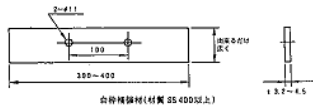

図9
5. 本体フレームが垂直になるように注意しながら、本体フレームを付属のM10ボルト(バネ座金付)2本で台枠の前面取付穴に動かない程度に取付けて下さい。台枠の強度が不足していると使用中に枠材の変形等が生じることがありますので、このような場合(t2.9未満をめぐにして下さい)は台枠補強材(図9参照、貴社にてご用意下さい)を台枠裏面に溶接固定後、本体フレームを取付けて下さい。